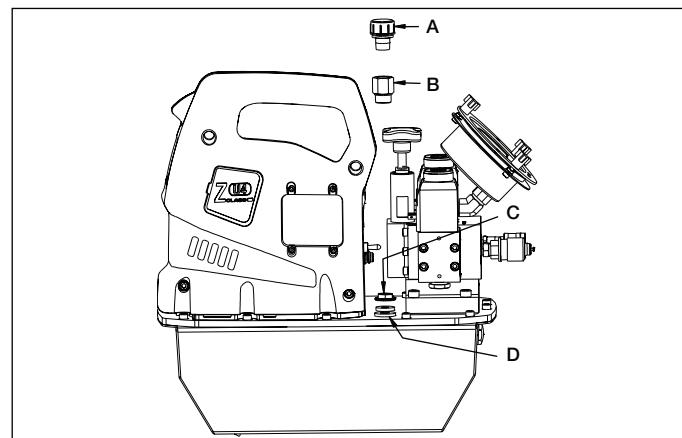
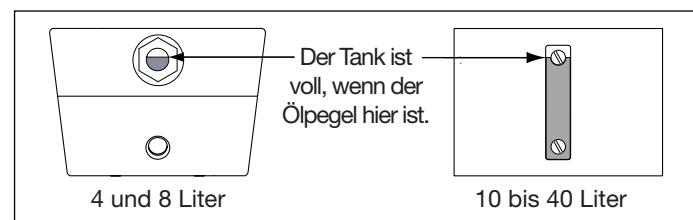

Abb. 2, ZU4 Einbau des Entlüfters
Abb. 4, Sichtglas
#### 4.1 Behälter-Entlüfterkappe (siehe Abb. 2)
Überprüfen Sie den Ölstand der Pumpe vor dem Start. Geben Sie nötigenfalls Öl hinzufüllen, indem Sie den Stopfen SAE Nr. 10 von der Abdeckplatte entfernen (siehe Abb. 2). Der Behälter ist voll, wenn der Ölstand dem in Abb. 4 entspricht. The reservoir is full when the oil level is as shown in Figure 4.
- Füllen Sie den Behälter mit sauberem Enerpac-Hydrauliköl. Der Behälter ist voll, wenn der Ölstand dem in Abb. 4 entspricht.